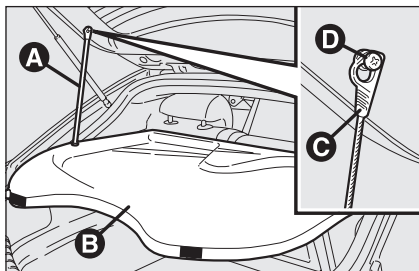

fig. 74
- ☐ dégager les extrémités des deux tirants **A-fig. 74** de soutien de la plage arrière **B** en défilant les boucles **C** des pivots **D**;